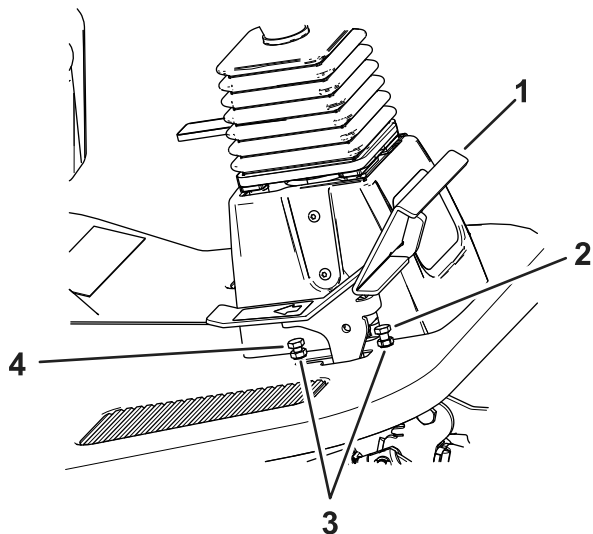

Bild 79
1. Drücken Sie das Fahrpedal ganz durch (Bild 79).
Fahrpedalanschlag das Fahrpedal berührt (Bild 79).
- A. Halten Sie den Vorwärts-Fahrpedalanschlag mit einem Schraubenschlüssel fest und lösen Sie die Klemmmutter an der Rückseite der Halterung (Bild 79).
- B. Stellen Sie das Fahrpedal in die gewünschte Stellung (Bild 79).